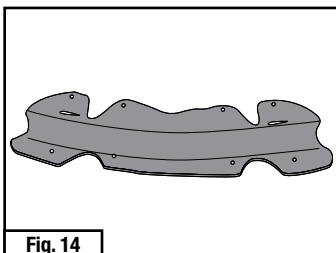
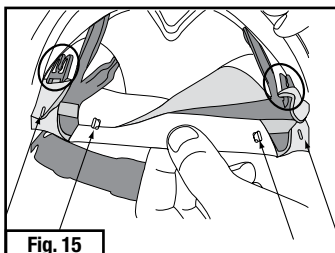

Fig. 14
Fig. 15
2. Fixe a nova Tira de Suor Standard conforto S-953 (Fig. 14) à suspensão (carneira) de acordo com a Fig. 15. As duas fendas na almofada de conforto prendem-se aos ganchos superiores grandes, assinalados na Fig. 15. Use os ganchos menores na suspensão (carneira) para fixar totalmente a Tira de Suor Standard.